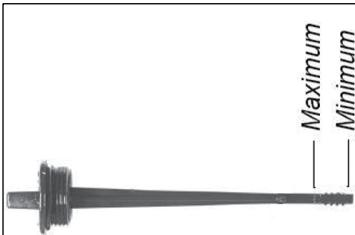

Fig. 9
- Vérifiez le niveau d'huile. Le niveau d'huile doit être entre les repères **min** et **max** sur la jauge (voir fig. 9). Si le niveau est proche du repère min, remplissez jusqu'à ce qu'il atteigne le repère max.